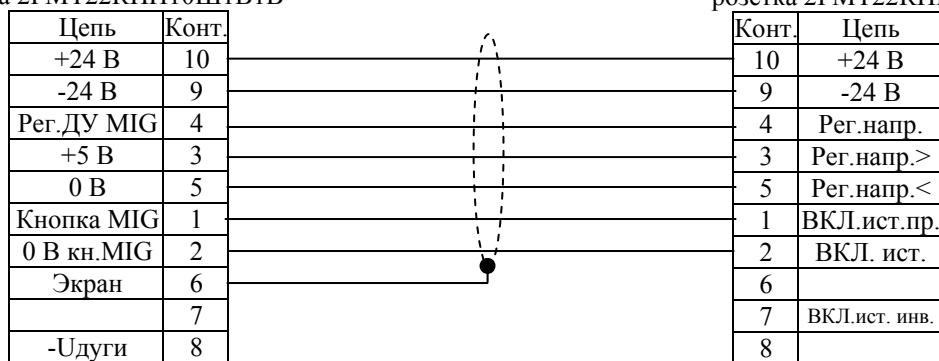

Рисунок 6.4. Схема кабеля управления ВИАМ.685621.127.
6.2.2 Для работы с МПП на предприятии-изготовителе можно заказать кабель управления (см. рисунок 6.4) и силовой кабель (см. рисунок 6.5). При заказе указываются длины кабелей (см. таблицу 6.1).